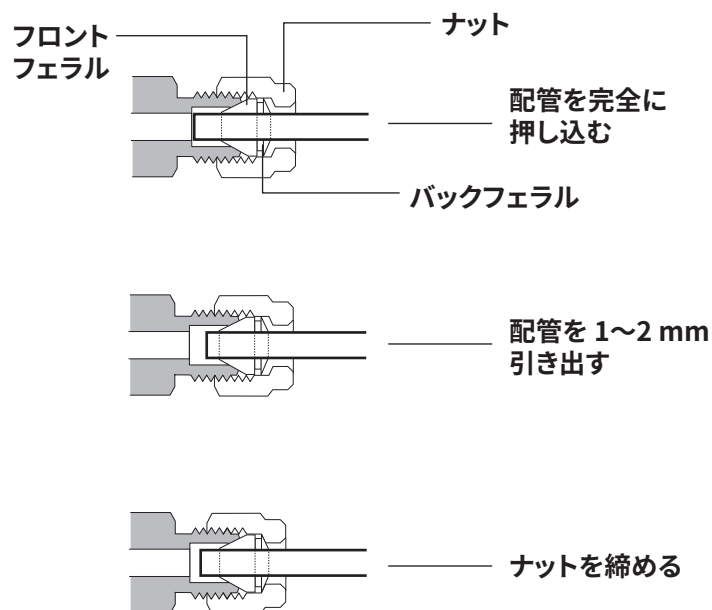

図 17. 配管を挿入する
- 4 チューブを完全にプラグに押し込んでから、約 1 ～ 2 mm 引き出します。図 17 を参照してください。